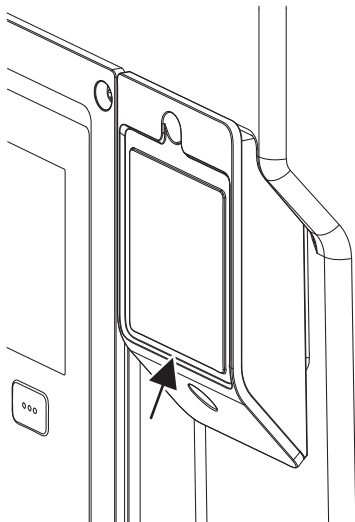

Fig. 27: Kåpa för Wilo-Smart Connect-modulen BT
1. Lossa skruven till Wilo-Smart Connects modulkåpa (Fig. 27) och öppna kåpan.
I och med konstruktionen kan Wilo-Smart Connect-modulen BT endast anslutas i en balansering. Någon ytterligare festsättning av själva modulen sker ej. Wilo-Smart Connects modulkåpa (Fig. 27) på elektronikmodulens övre del håller fast modulen i gränssnittet.